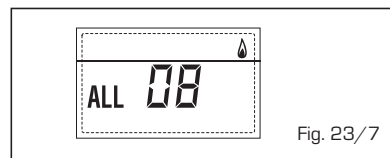

Fig. 23/7
**- ANOMALIA CIRCULAÇÃO ÁGUA “ALL 09” (fig. 23/8)**